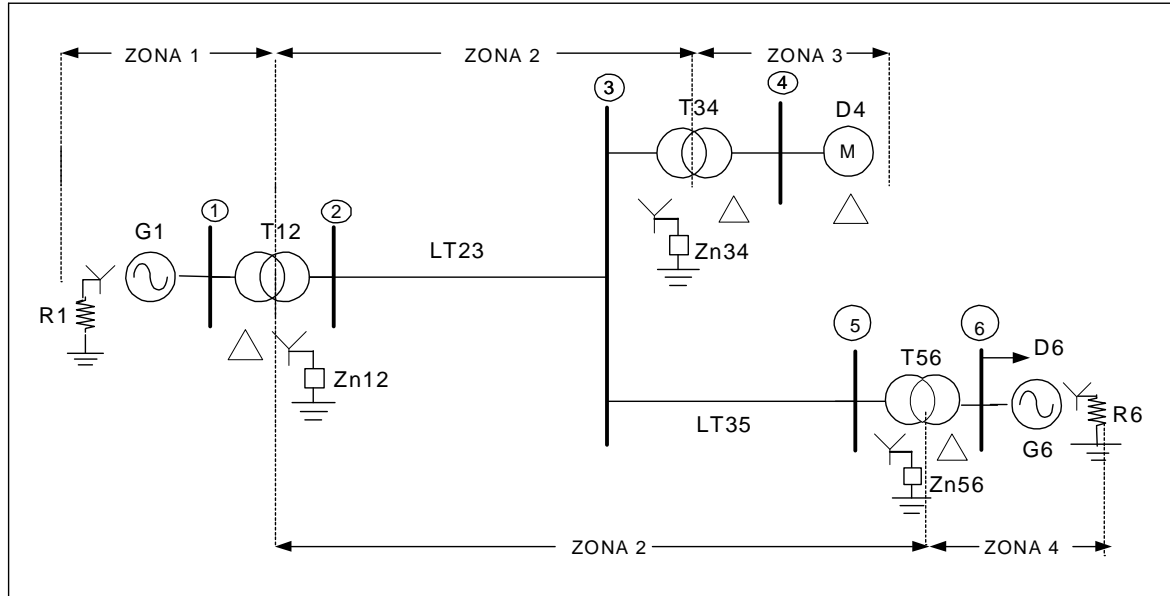

Figura 1
Ejemplo 2: Dado el diagrama unifilar del SEP representado en la Figura 1, encontrar su diagrama de impedancia de secuencia directa en [pu]:
a) Se identifican las diferentes zonas del circuito (Figura 1), dadas por los diferentes lados de los transformadores (lado de alta y lado de baja).